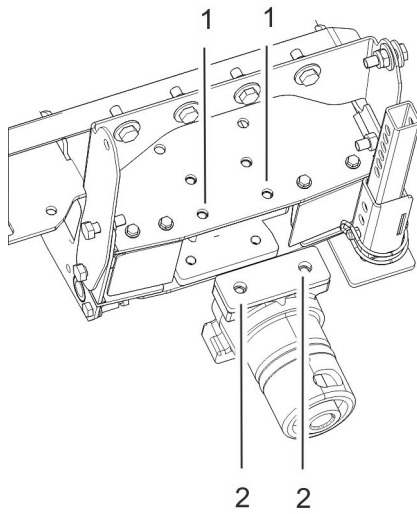

Abb. 42: Bohrungen und Gewinde
3. ➤ Sicherstellen, dass am Anbaugerät die Bohrungen (Abb. 42/1) 12,5 mm im Durchmesser aufweisen. Ansonsten die Bohrungen mit einem Metallbohrer auf 12,5 mm aufbohren.
4. ➤ Sicherstellen, dass der zu montierende Anbaustutzen über ein M12-Gewinde (Abb. 42/2) verfügt. Ansonsten den Fachhändler kontaktieren.